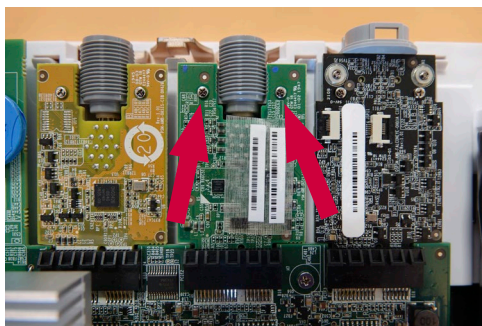

Bild 21 Ta bort skruvarna på VDI-kortet som ska bytas ut
- a) Använd skruvmejseln för att ta bort de två skruvarna som håller fast VDI-kortet (bild 21)
- e) Sätt dit de två skruvarna som håller fast VDI-kortet och dra åt dem (till högst 0,2 Nm) (bild 21)